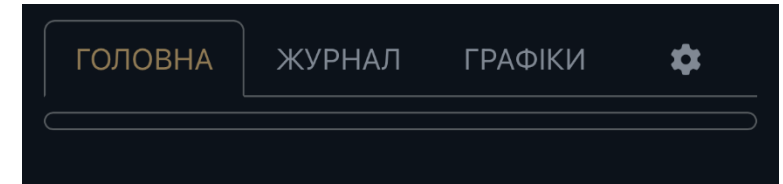

Рисунок 1
При першому включенні, прилад працює у Wi-Fi режимі – точка доступу (AP). Знаходимо його у переліку Wi-Fi пристроїв - за замовчуванням, назва mSCADA. Підключаємося без пароля. Заходимо у браузер та вводимо адресу – **192.168.4.1**. Бачимо перед собою навігаційне меню (Рисунок 1).